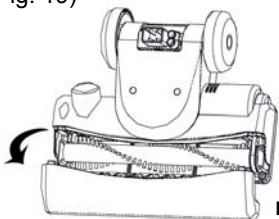

Fig. 19
- Saque la tapa de la escobilla. (Fig. 19)